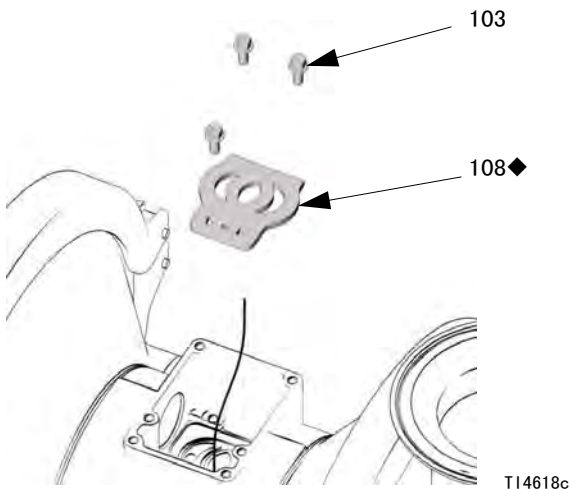

图 9
5. 检查阀板 (108) 情况。如有损坏, 应使用梅花头 (T20) 螺丝刀或 7 毫米 (9/32 英寸) 套筒扳手卸下 3 个螺丝 (103)。卸下阀板 (108)。参见 图 9。
2. 将阀板 (108) 安装在机孔内, 密封件朝下。用梅花头 (T20) 螺丝刀或 7 毫米 (9/32 英寸) 套筒扳手安装 3 个螺丝 (103)。将螺钉拧紧至底部伸出机壳。参见 图 9。